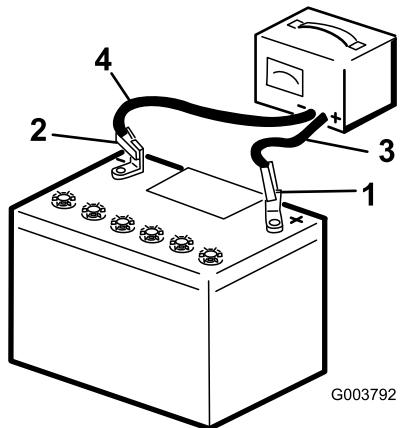

Рисунок 38
3. Заряжайте аккумулятор в течение 10-15 минут током 25-30 Ампер, или 30 минут током 4-6 Ампер (Рисунок 38). Не допускайте избыточного заряда аккумулятора.
4. После полного заряжения аккумулятора отсоедините зарядное устройство от электророзетки и штырей аккумулятора (Рисунок 38).